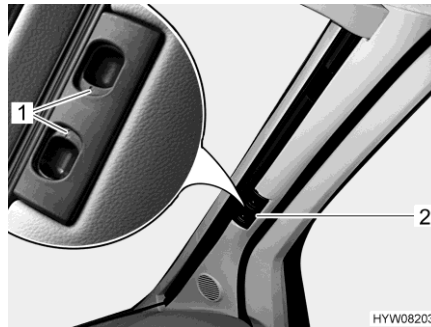

Bild 18 Plisségardin (vindruta)
- Tryck in låshandtagen (Bild 18,1) och håll dem intryckta.
- Håll plisségardinerna för vindrutan i handtaget (Bild 18,2) och dra dem mot fönstrets mitt.
- Skjut de två hälfterna av plisségardinerna för vindrutan utåt så långt det går, ta tag i handtaget (Bild 18,2).
- Släpp låshandtagen (Bild 18,1) och låt dem haka fast.